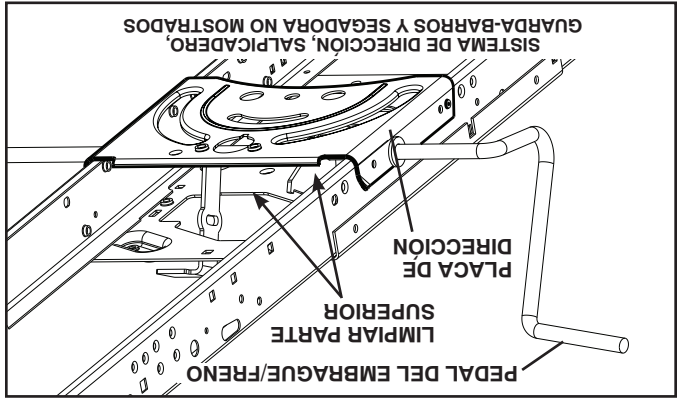

Fig. 21
- Limpie los desechos de la placa guía. Los desechos pueden limitar el movimiento del eje del pedal del freno/embrague, lo que hará que patine la correa y que se pierda la tracción. Vea Fig. 21